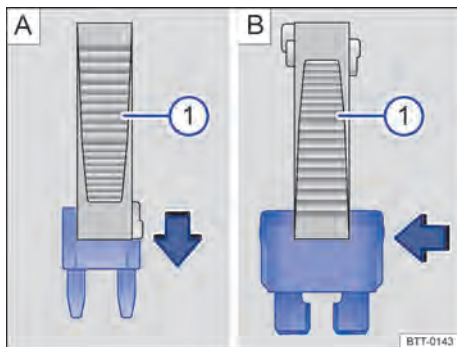

Fig. 241 Remover ou instalar um fusível com a garra da pinça de plástico ①.  Fusível pequeno.  Fusível grande.
- Se necessário, retirar a pinça de plástico ⇒ Fig. 241 ① da cobertura da caixa de fusíveis.
- Em caso de *fusíveis pequenos*, encaixar a garra ⇒ Fig. 241 por cima .
- Em caso de *fusíveis maiores*, empurrar a garra ⇒ Fig. 241 lateralmente sobre o fusível .
- Em caso de *fusíveis pequenos*, encaixar a garra por cima ⇒ Fig. 241 .
- Em caso de *fusíveis maiores*, empurrar a garra lateralmente sobre o fusível ⇒ Fig. 241 .